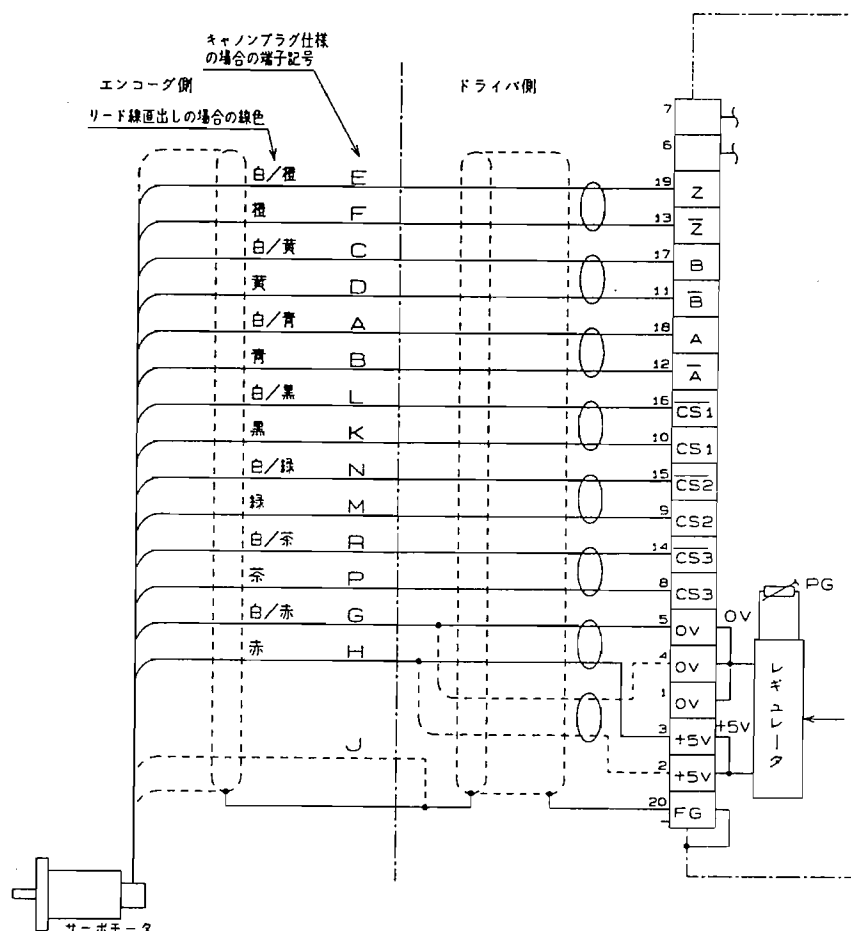

図3. コネクタ C N S I G への配線例
- (1) 図3の“コネクタ C N S I Gへの配線例”を参考にして配線してください。
- (2) エンコーダ用ケーブルは芯線が0.18mm以上のより線で、一括シールド付ツイストペア線を御使用ください。
- (3) ケーブル長は最大20m以内としてください。配線長が長い場合、5V電源は、電圧降下の影響を軽減するためにダブル配線をおすすめします。
- (4) ドライバ側のシールド線の外被はフレームグランド（C N S I Gの20ピン）に必ず接続してください。モータ側の外被はエンコーダからのシールド線の外被に接続してください。
- (5) キャノンプラグ仕様の場合、エンコーダケーブルのモータ側のシールドの外被を端子Jに接続してください。
- (6) パワーライン（R, S, T, r, t, U, V, W, E）の配線とはできるだけ（30cm以上）離してください。同一のダクトに通したり、一緒に結束しないでください。